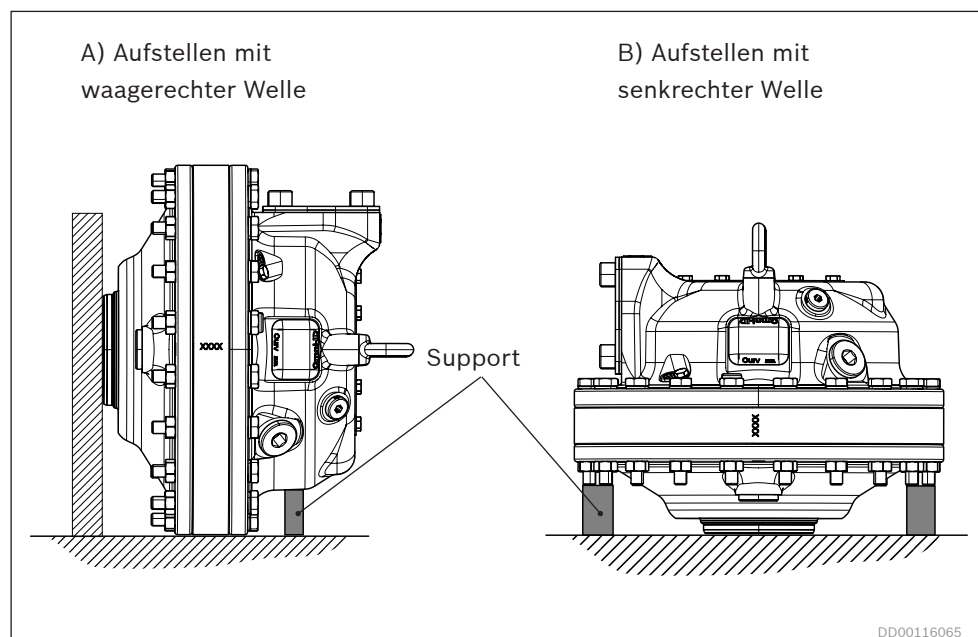

Bild 8: Beispiel für das Aufstellen des Häggblunds Atom 10-Motors auf einer flachen Oberfläche
- ▶ Es empfiehlt sich zudem, Abstützungen an der Montagefläche des Motors vorzusehen, siehe *Bild 8*.
Wird der Motor auf eine flache Oberfläche wie beispielsweise einen Fußboden gestellt, muss er entweder auf seinen Außendurchmesser oder auf die ausreichend geschützte Endfläche der Hohlwelle gestellt werden. Es empfiehlt sich auch die Verwendung von Abstützungen wie in *Bild 8*.
- 1 Platzieren Sie den Motor wie in *Bild 8*, Abbildung A) Aufstellen mit waagerechter Welle.
- 5 Positionieren Sie den Motor wie in *Bild 8*, Abbildung A) Aufstellen mit waagerechter Welle oder B) Aufstellen mit senkrechter Welle.